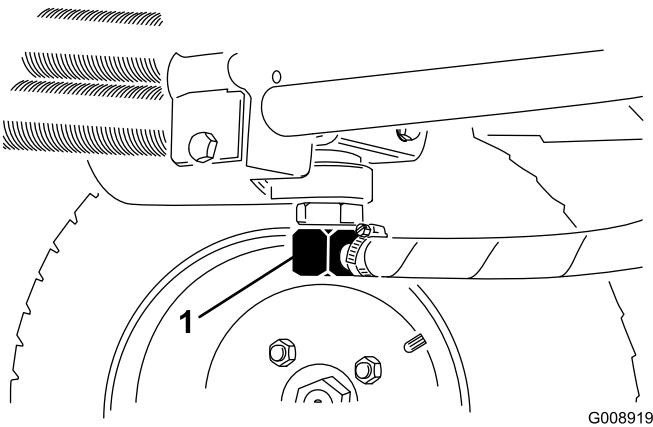

Figura 72
2. Scollegate il tubo idraulico (Figura 72) o togliete il filtro idraulico (Figura 73) e lasciate defluire il fluido idraulico in una bacinella.